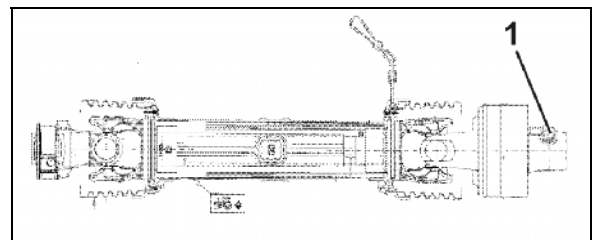

Bild 27
2. Trä in kraftöverföringsaxeln på växellådans ingående axel och säkra den i axialled med skruven (Bild 27/1).